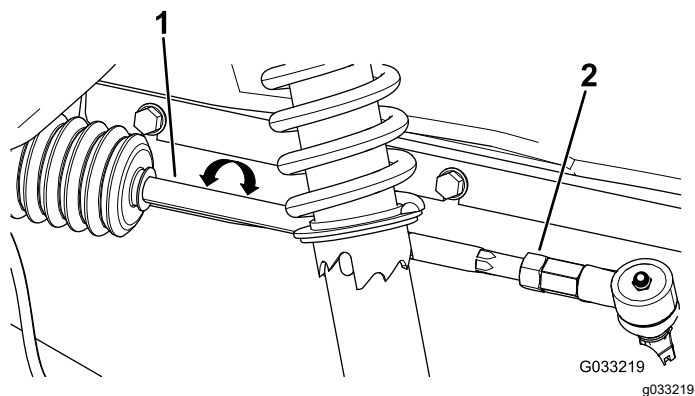

Bild 48
2. Wenn der Wert nicht zwischen 0-6 mm liegt, lösen Sie die Klemmmuttern am äußeren Ende der Spurstangen (Bild 48).